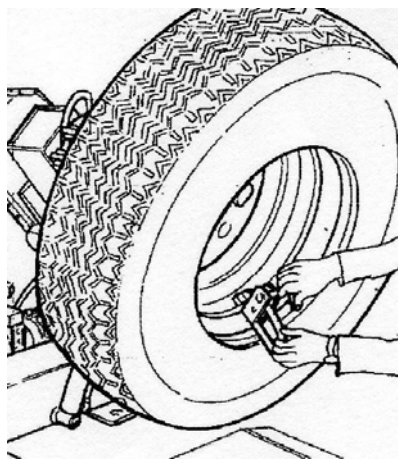

Рисунок 20
8.4.8 Снимите монтажную трубку и снова наденьте её на 6 ч на внешней стороне обода (Рисунок 20).
8.4.19 Снимите монтажную струбцину и перенесите её в положение на 6 часов, либо, если это удобно, проверните зажимное устройство с колесом так, чтобы струбцина находилась в положении на 6 часов и борт шины был за струбциной (Рисунок 20).